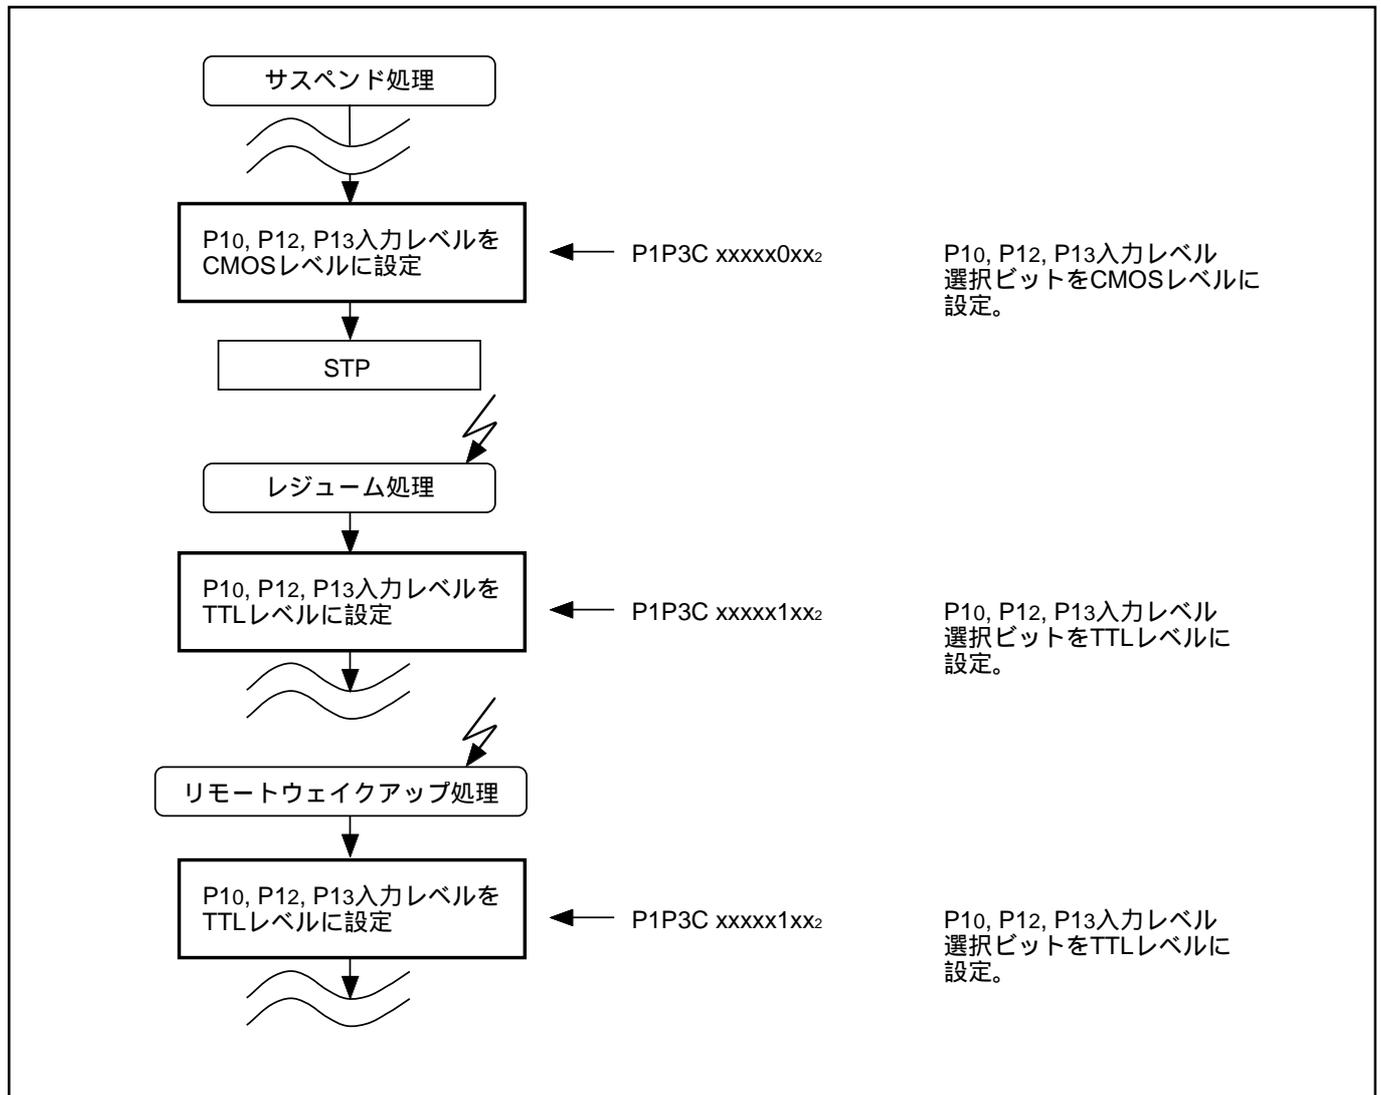

図2.4.21 回避策(2)のフローチャート
- (1) P10, P12, P13入力レベルをCMOSレベルとしてご使用いただく。
- (2) 図2.4.21のフローのとおり、サスペンド処理時マイコン停止の前に、P10, P12, P13ポート入力レベルをCMOSレベルに一旦変更し、RESUMEまたは外部割り込みによるリモートウェイクアップの復帰処理後にP10, P12, P13ポート入力レベルをTTLレベルに戻す。